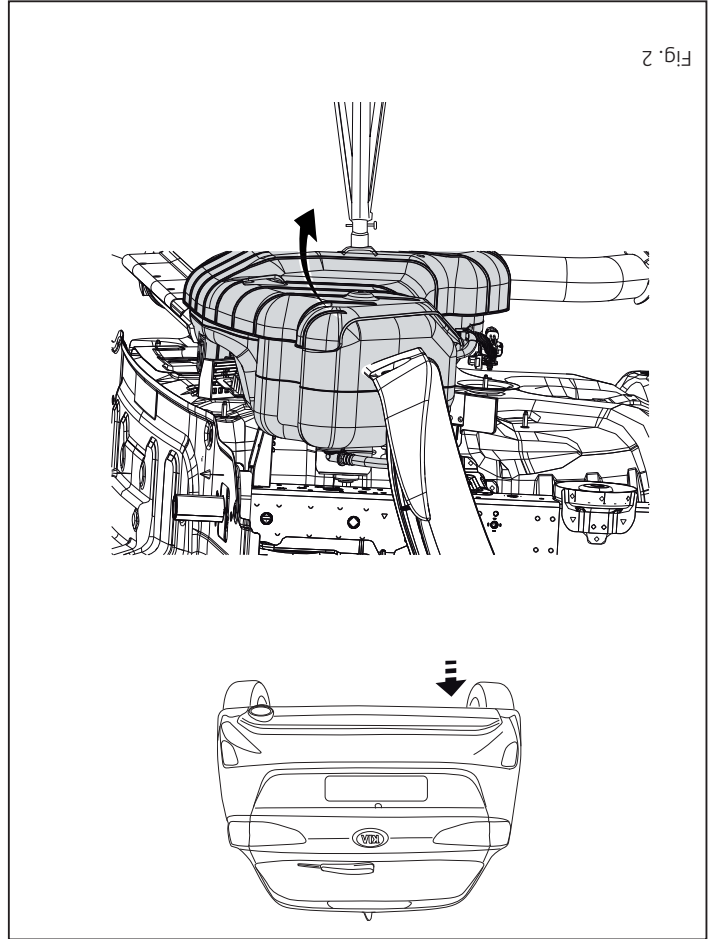

Fig. 2
3. **Please note, if necessary:** Lower the AD-Blue tank. See figure 2.
3. **Hinweis (soweit erforderlich):** Das AD-Blue tank herunter lassen. Siehe Abbildung 2.
3. **Attention, si nécessaire:** Abaisser le AD-Blue réservoir. Voir la figure 2.